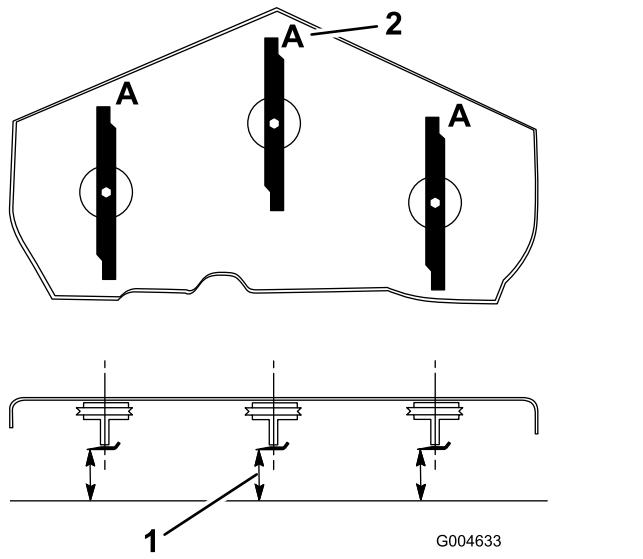

Bild 22
3. Drehen Sie die Schnittmesser, bis die Enden nach vorne und hinten gerichtet sind (Bild 22). Messen Sie von einer ebenen Fläche bis zu den Schnittkanten (Position A) der Messer (Bild 22). Notieren Sie diesen Wert.